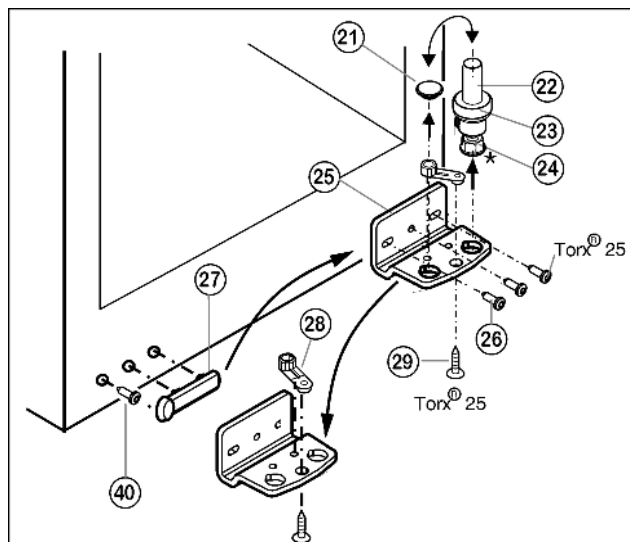

Fig. 5
- Drag ut lagerbult Fig. 5 (22) komplett, med platta Fig. 5 (23) och justeringsfot* Fig. 5 (24), uppåt.
- Lyft ur pluggar Fig. 5 (21).
- Skruva bort lagerbocken Fig. 5 (25) Fig. 5 (26).
- Skruva bort lagerdelen Fig. 5 (28) Fig. 5 (29) och flytta den till motsatta monteringshål på lagerbocken, skruva fast den igen.
- Lyft täckbrickan på handtagssidan Fig. 5 (27) försiktigt, skruva ut skruven Fig. 5 (40) och flytta båda till motsatta sidan.
- Skruva fast lagerbocken igen Fig. 5 (25) eventuellt med en skruvdragare på den nya gångjärnssidan (**med 4 Nm**).
- Sätt i pluggen Fig. 5 (21) i det andra hålet.
- Sätt tillbaka lagerbulten Fig. 5 (22) komplett, med platta och justeringsfot*. Kontrollera därvid att skåran pekar bakåt.
- ▶ Lyft ur pluggen (33) från dörlagerbussningen och flytta den.
- ▶ Demontera handtag (32), pluggar (33) och tryckplattor* (34) och flytta dem till motsatta sidan.
- ▶ Sätt på dörren på nedre lagerbult Fig. 5 (22).
- ▶ Sätt i övre lagerbock (12) i dörren på den nya gångjärns-sidan.
- ▶ Skruva fast övre lagerbock (12) (med 4 Nm) (2 gånger Torx® 25) (13). Borra eventuellt upp skruvhålen eller använd skruvdragare.
- ▶ Sätt fast täckbrickan (10) och täckbricka (11) på motsatta sidan.
- ▶ Rikta in dörren med de båda avlånga hålen på nedre lagerbock Fig. 5 (25) i förhållande till skåpet. Skruva därvid ur skruven i mitten.